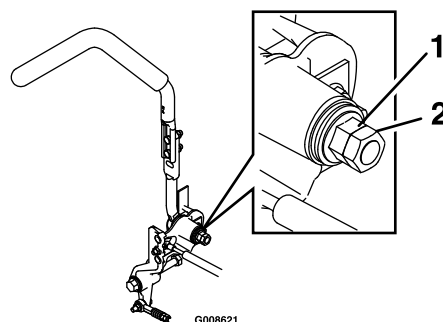

Figura 64
2. Afloje la contratuerca (Figura 64).